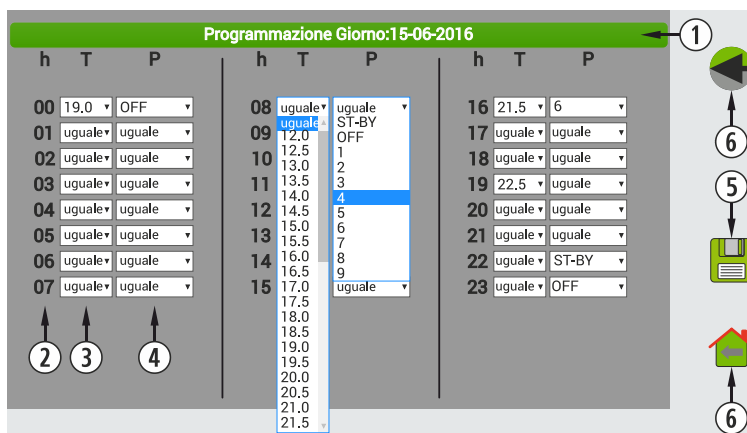

Figura 49
È importante validare la menzionata selezione premendo salvare (punto ⑤, figura 49) dopo aver realizzato la programmazione.